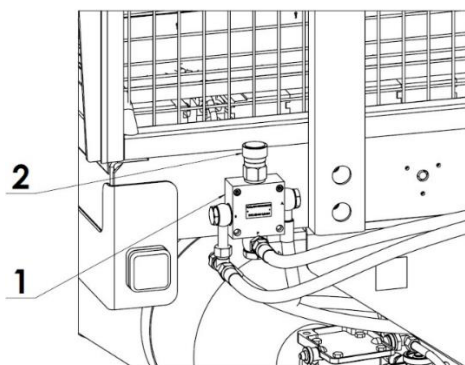

Рисунок 17-й Регулировка скорости перемещения напольного конвейера:
Скорость перемещения напольного конвейера выбирается экспериментально и регулируется с помощью ручки (2) на регуляторе потока (1), расположенной на правой балке кузова – рисунок 17.